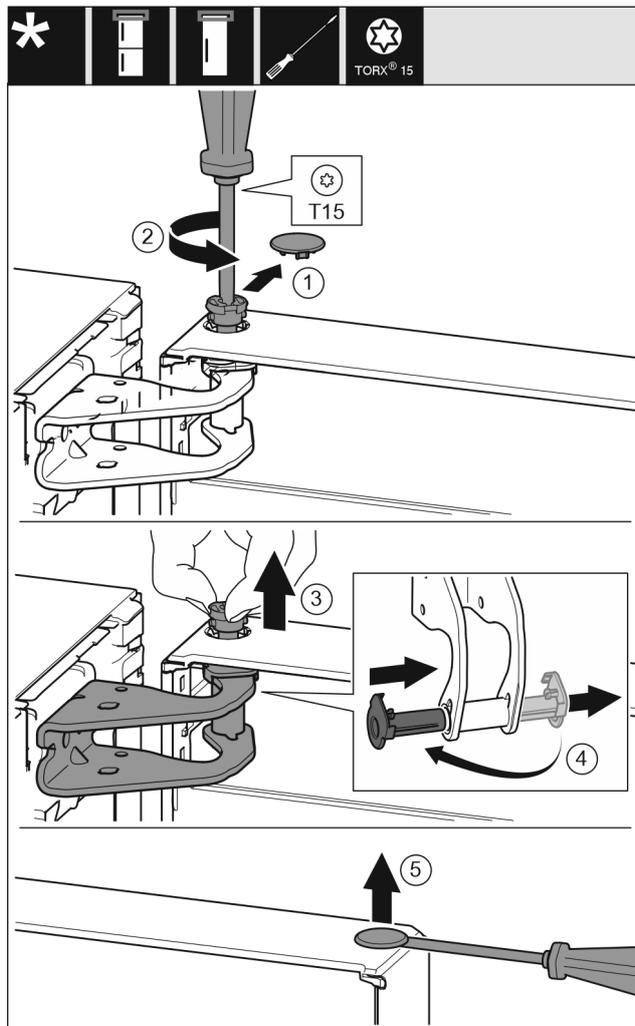

Fig. 9
- ▶ Sicherungsabdeckung vorsichtig abziehen. Fig. 9 (1)
- ▶ Bolzen mit Schraubendreher T15 ein Stück herausdrehen. Fig. 9 (2)
- ▶ Tür festhalten und Bolzen mit den Fingern herausziehen. Fig. 9 (3)
- ▶ Lagerbuchse aus Führung ziehen. Von der anderen Seite einsetzen und einrasten. Fig. 9 (4)
- ▶ Stopfen aus der Türlagerbuchse vorsichtig mit einem Schlitzschraubendreher anheben und herausziehen. Fig. 9 (5)